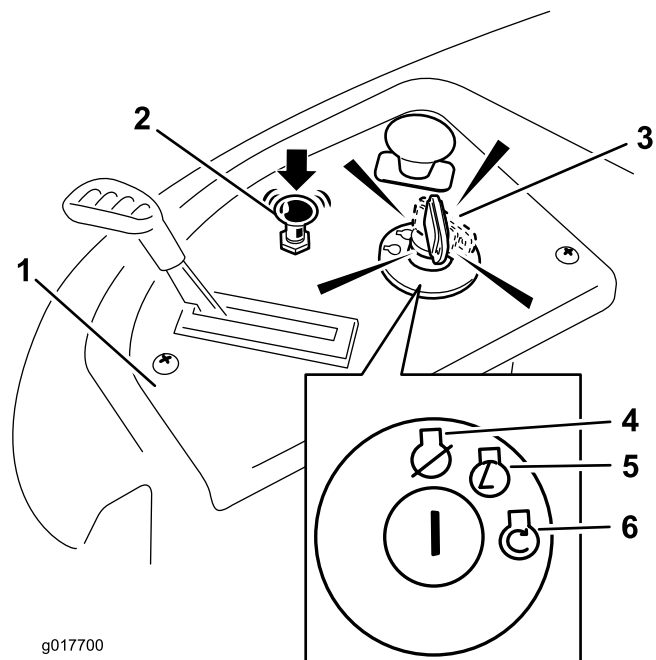

**Figure 13**
- Tirez la commande de starter pour démarrer un moteur à froid (Figure 13).
2. Placez la commande d'accélérateur à la position haut régime (Figure 13).